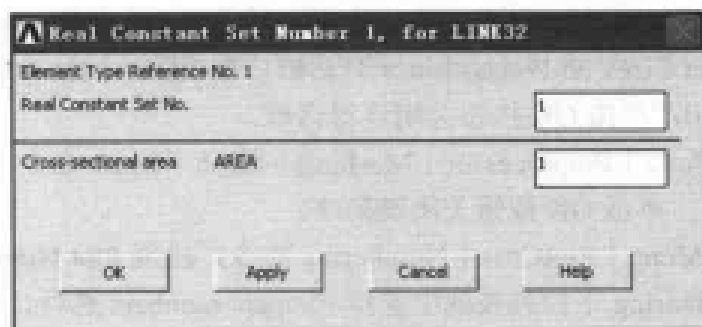

图 10-43 LINK32 单元实常数设置对话框
(3) 单击 Element Type 对话框上的 Close 按钮关闭该对话框。
(4) 选择 Main Menu | Preprocessor | Real Constants | Add/Edit/Delete 命令, 出现 Real Constants 对话框, 单击 Add 按钮, 出现 Element Type for R 对话框, 单击 OK 按钮, 出现 Real Constant Set Number 1, for LINK32 对话框, 在文本框中输入 1, 如图 10-43 所示, 单击 OK 按钮关闭该对话框。